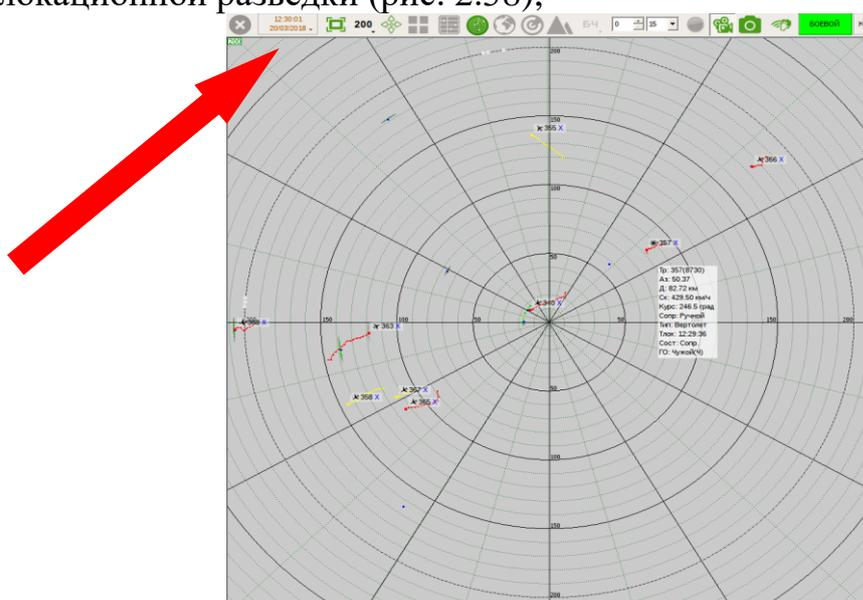

Рис. 2.38. Установка масштаба
- масштаб – в зависимости от поставленной задачи по ведению радиолокационной разведки (рис. 2.38);